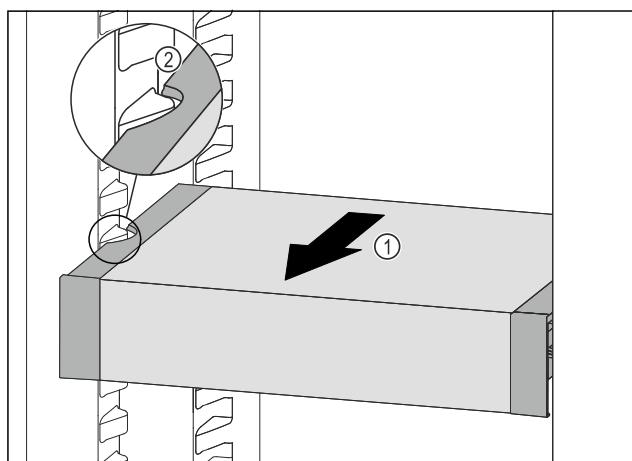

Fig. 116
- Trekk VarioSafe forover *Fig. 116 (1)*, til utsparingene på sidene av VarioSafe er på nivå med rillene i kjøleskapet. *Fig. 116 (2)*